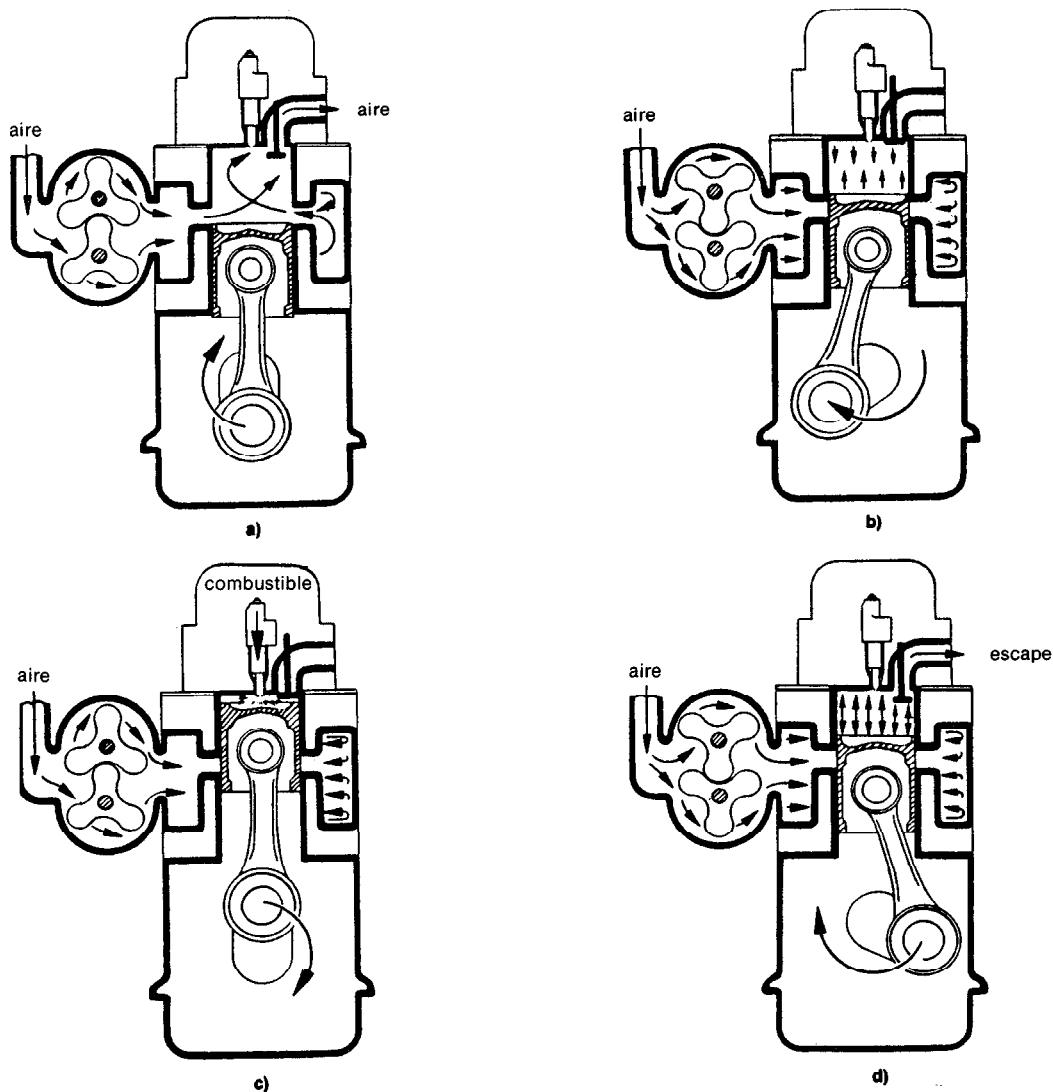

Fig. 2.5 Ciclo del Diesel de dos tiempos: a) barrido, b) compresión, c) potencia, d) escape
- El pistón casi ha llegado al PMI en la carrera de potencia. La válvula de escape está sincronizada para que abra justo antes del PMI y deje salir los gases quemados del cilindro. Conforme continúa la rotación del cigüeñal, el pistón llegará al PMI y descubrirá las lumbreras de admisión para que penetre el aire del soplador (Fig. 2.5 a)) y el ciclo continúa igual que antes. Todo el ciclo ocurre con una sola revolución del cigüeñal.